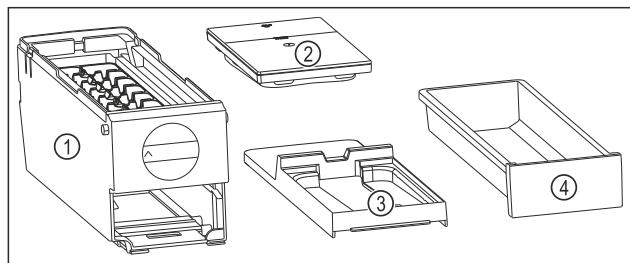

Fig. 87 Composants de l'EasyTwist-Ice
- L'EasyTwist-Ice est démonté en quatre parties. (voir Fig. 87)
- Ne démonter l'EasyTwist-Ice que de la manière illustrée. (voir Fig. 87)
- Nettoyer le corps de l'EasyTwist-Ice Fig. 87 (1) dans son ensemble.